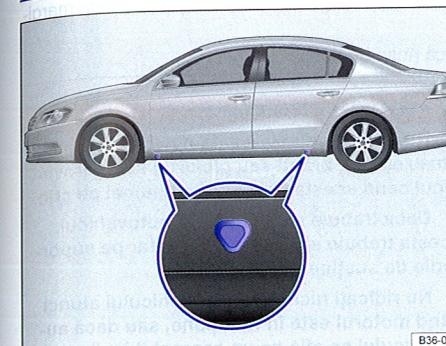

Fig. 230 Puncte pentru fixarea cricului.
Cricul poate fi montat numai în punctele de fixare indicate (marcaje pe caroserie) ⇒ fig. 230. Luați în considerare punctul de fixare cel mai apropiat de roata respectivă ⇒ ▲.
6. Căutați punctul de ridicare pe cric a autovehiculului ⇒ fig. 230 aflat dedesubtul autovehiculului, cel mai apropiat de roata care trebuie înlocuită.